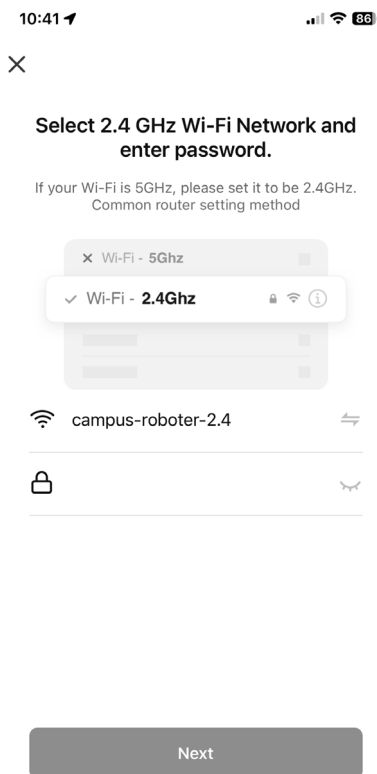

Fig. 3
- ▶ Dans l'étape suivante, entrez le mot de passe de votre réseau Wi-Fi et appuyez ensuite sur **NEXT** (voir fig. 3).